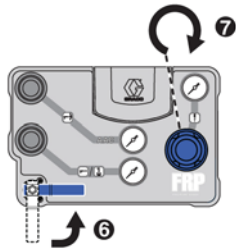

FIG. 28
7. Tourner le clapet à bille d'alimentation principale en air en position ouverte. Voir FIG. 28.
8. Lentement tourner le régulateur de pression d'alimentation principale en air dans le sens horaire jusqu'à ce que le manomètre d'alimentation principale en air affiche la pression souhaitée. Voir FIG. 28.